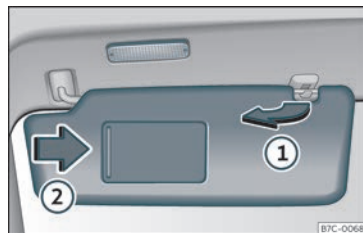

Fig.100 Parasol.
- O parasol pode sacarse da fixación e xirarse cara á porta»» fig. 100 ①.